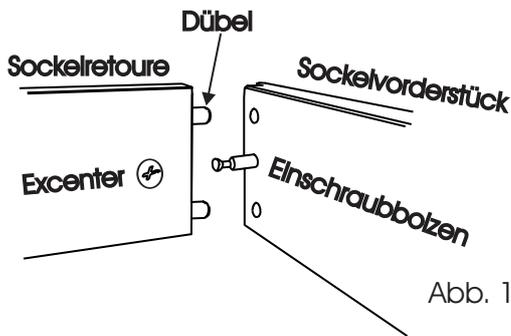

Abb. 1
1. Montieren Sie die Sockel-Retouren mit dem Sockelvorderstück. Hierzu stecken Sie jeweils einen Excenter und zwei Dübel (Ø8x30) in die Sockel-Retouren. Schrauben Sie in das Sockelvorderstück links und rechts einen Einschraubbolzen ein. (Abb. 1)
Ist ein Nachstellen notwendig, können Sie die Türen wie in Abb.1 einstellen.